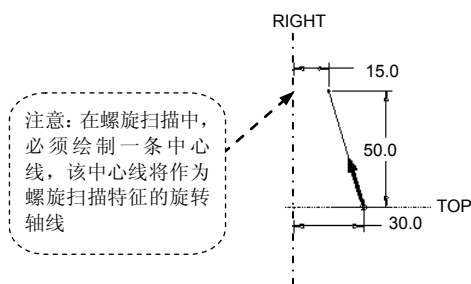

图 5.27.4 螺旋扫描轨迹线
(1) 定义螺旋扫描轨迹的草绘平面及其垂直参照平面: 选择 **Plane (平面)** 命令, 选取 FRONT 基准平面作为草绘平面; 选择 **Key (确定) → Right (右)** 命令, 选取 RIGHT 基准平面作为参照平面。系统进入草绘环境。
(2) 定义扫描轨迹的草绘参照: 进入草绘环境后, 接受系统给出的默认参照 RIGHT 和 TOP 基准平面。
(3) 绘制和标注图 5.27.4 所示的轨迹线, 然后单击草绘工具栏中的“完成”按钮 。